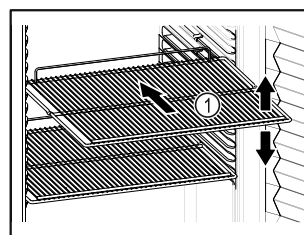

Fig. 86 Voorbeeld
- Indien de legroosters Fig. 86 (1) verplaatsbaar zijn, deze aan de hoogte aanpassen.